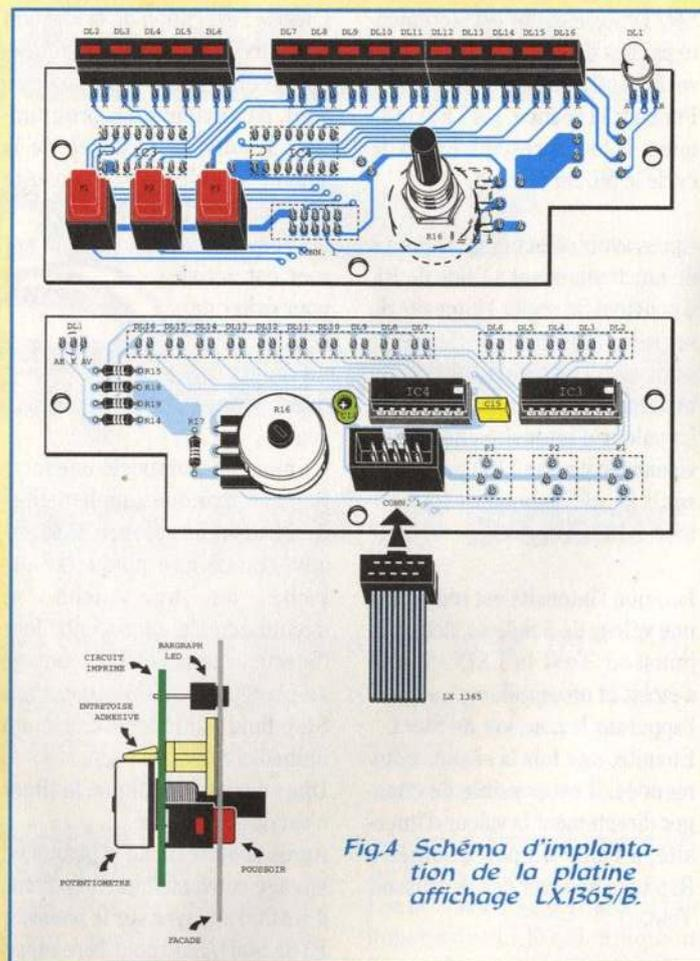

Fig.4 Schéma d'implantation de la platine afficheuse LX.1365/B.
monter sur les deux faces les composants conformément au schéma d'implantation reproduit en fig.4.
Sur le côté opposé du circuit imprimé, monter les trois poussoirs, puis la LED bicolore DL1 en orientant vers la droite la broche coudée qui correspond à l'anode de la diode rouge (AR), sinon les couleurs vont être inversées. Monter de ce même côté les trois bargraph, à 5 LED, en orientant les broches courtes (K) (voir fig.4) vers la LED DL1.
Fig.9 Brochages des transistors et du circuit intégré 4094 vu de dessus. Les broches longues des bargraphs sont toutes dirigées à gauche comme le montre la fig.4.